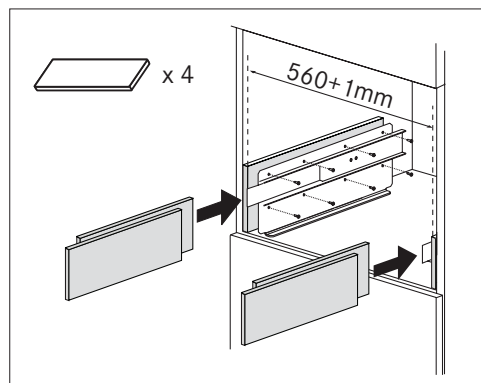

Fig. 7
- ▶ Dacă este necesar, corecțiți alinierea aparatului prin poziționarea distanțierelor furnizate sub sau pe lateralele suportului (Fig. 7).